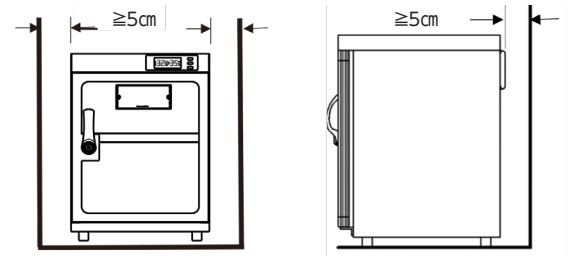

図 2. 本体設置時のすき間
- ・本体後部と側部との間に 5cm 以上の隙間を開けて設置してください（図 2.）。